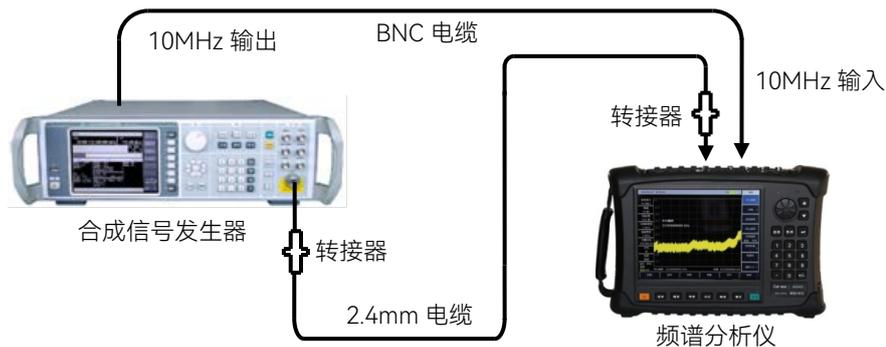

图 14.6 分辨率带宽测试设置
- 1) 如图 14.6 连接测试仪器。信号发生器为频谱分析仪提供频率参考。